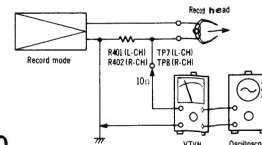

Fig. 20
H Vormagnetisierung Bedingung: * Vormagnetisierungsregler: Zentrum * Aufnahme * Wenn die Vormagnetisierung eines Kanals eingestellt ist, kann die des anderen durchaus abweichend sein. Meßgerät: * Röhrenvoltmeter * Oszillograf	<ol style="list-style-type: none"> 1. Den Meßaufbau zeigt Fig. 20. 2. Gerät auf "Aufnahme" und Band schalten. 3. Spannung vom Röhrenvoltmeter nach folgender Formel berechnen. $\text{Vormagnetisierungsstrom (A)} = \frac{\text{Spannung am Röhrenvoltmeter}}{10 \text{ (Ohm)}}$ 4. VR401 (linker Kanal) und VR402 (rechter Kanal) (Fig. 28) abgleichen. <p>NORMALWERT: Ungef. Ungef. Ungef. Ungef.</p>
<ol style="list-style-type: none"> Den Meßaufbau zeigt Fig. 20. Gerät auf "Aufnahme" und Bandwahlschalter auf "Normal" schalten. Spannung vom Röhrenvoltmeter ablesen und Vormagnetisierungsstrom nach folgender Formel berechnen: $\text{Vormagnetisierungsstrom (A)} = \frac{\text{Spannung am Röhrenvoltmeter (V)}}{10 \text{ (Ohm)}}$ <div style="border: 1px solid black; padding: 5px; margin: 5px 0;"> <p>Ungefähr 2.2mA (Metal position), Ungefähr 1.6mA (CrO₂ position), Ungefähr 1.3mA (Fe-Cr position), Ungefähr 1.1mA (Normal position).</p> </div> VR401 (linker Kanal) und VR402 (rechter Kanal) abgleichen (S. Fig. 28).
<p>㊦ Bias current</p> <p>Condition:</p> <ul style="list-style-type: none"> * Bias adjustment control ... Center * Record mode * When bias current is adjusted on one channel only, note that bias current on the other channel may vary. <p>Equipment:</p> <ul style="list-style-type: none"> * VTVM * Oscilloscope 	<ol style="list-style-type: none"> Test equipment connection is shown in fig. 20. Place UNIT into record mode, and tape selector to "Normal". Read voltage on VTVM and calculate bias current by following formula: <div style="text-align: center;"> $\text{Bias current (A)} = \frac{\text{Value read on VTVM (V)}}{10 (\Omega)}$ </div> <div style="border: 1px solid black; padding: 5px; margin: 10px 0;"> <p>Standard value: around 2.2mA (Metal position), around 1.6mA (CrO₂ position), around 1.3mA (Fe-Cr position), around 1.1mA (Normal position)</p> </div> <ol style="list-style-type: none"> Adjust VR401 (L-CH), VR402 (R-CH) (See fig. 28).